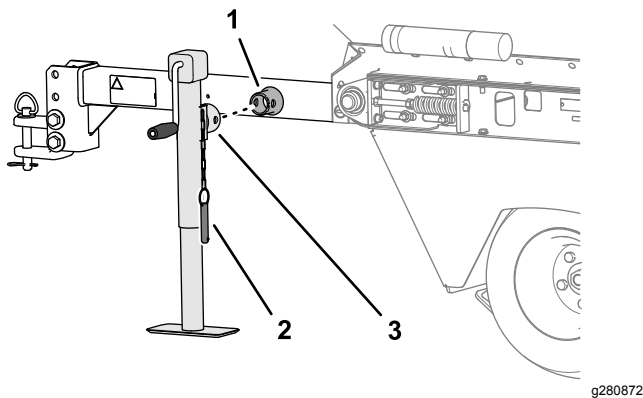

Figura 6
1. Deslice el gato sobre el tubo de montaje de la barra de tracción (Figura 6).